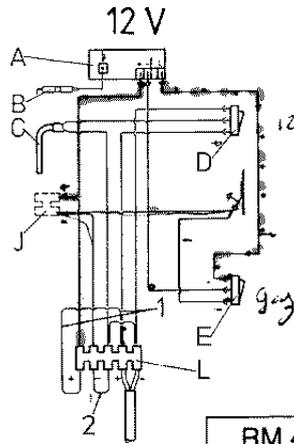

Fig. 12
Schéma de câblage: voir fig. 12, **(RM 4231)**.
La fig. 12/13 montre le schéma de câblage du réfrigérateur tel que celui-ci est livré. L'alimentation 12 V arrive en (L). L'allumeur (A) est alimenté par l'intermédiaire de deux shunts (1) et (2) sur le domino (L), **(RM 4231)**.
Il est recommandé d'alimenter l'allumeur à partir d'une source 12 V séparée. Pour cela, supprimez les shunts (le cas échéant) et branchez comme le montre la fig. 12 (R).